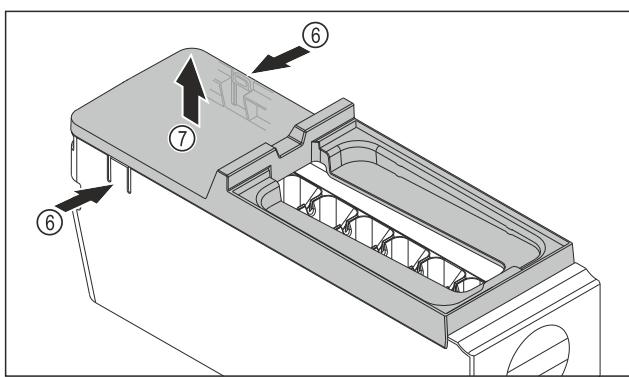

Fig. 92
- Зняти кришку з корпусу EasyTwist-Ice: натиснути однією рукою на накладки Fig. 92 (6) з обох боків корпусу EasyTwist-Ice.
- Зняти кришку Fig. 92 (7), потягнувши її вгору іншою рукою.